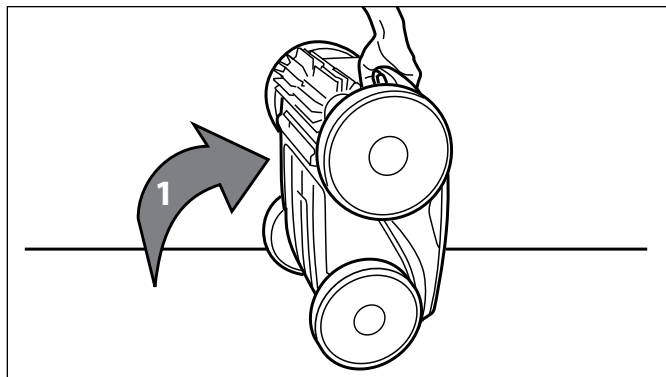

Figure 30. Robot nettoyeur en position verticale
1. Soulever le robot nettoyeur en position verticale de sorte que la poignée soit orientée vers le haut (Figure 30).